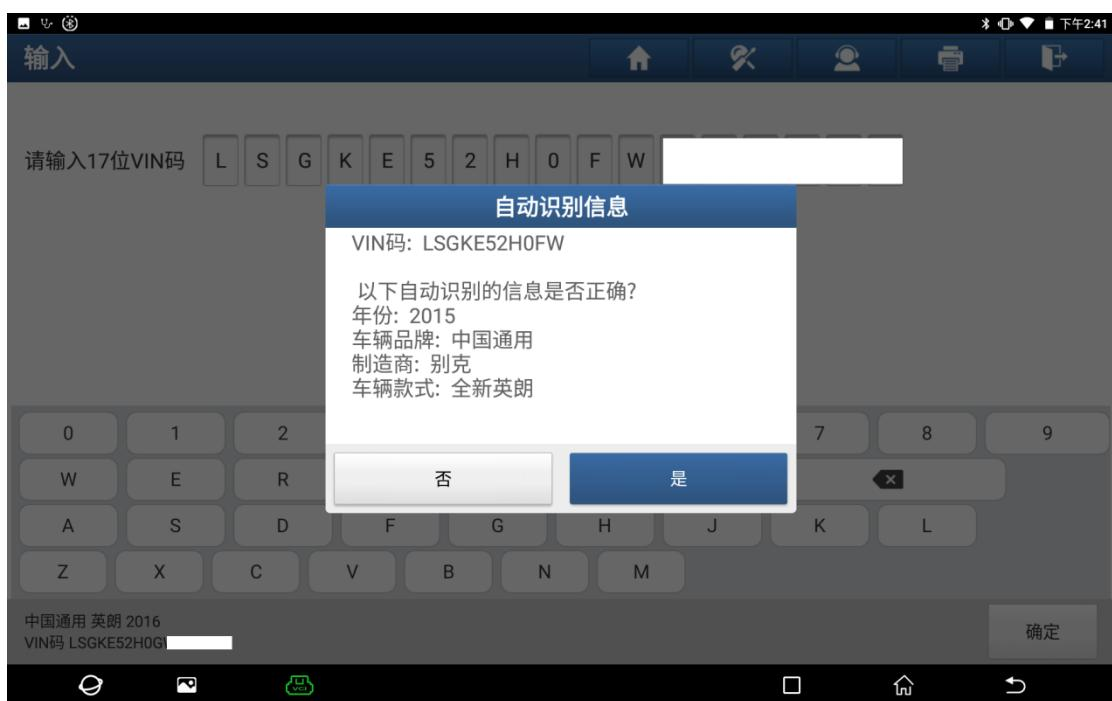

图 17
17. 请确认车型是否正确, 如果不正确, 点击“否”, 否则点击“是”, 如图 17。